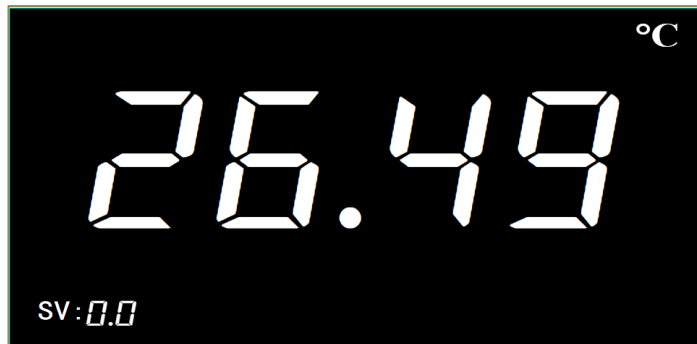

图 2-1] 主页画面
- [图 2-1 主页画面]中先点击  选择“定值”模式；然后点击  跳转到“定值运行—停止画面”。
- [图 2-1 主页画面]中先点击  选择“程式”模式；然后点击  跳转到“程式运行—停止画面”。